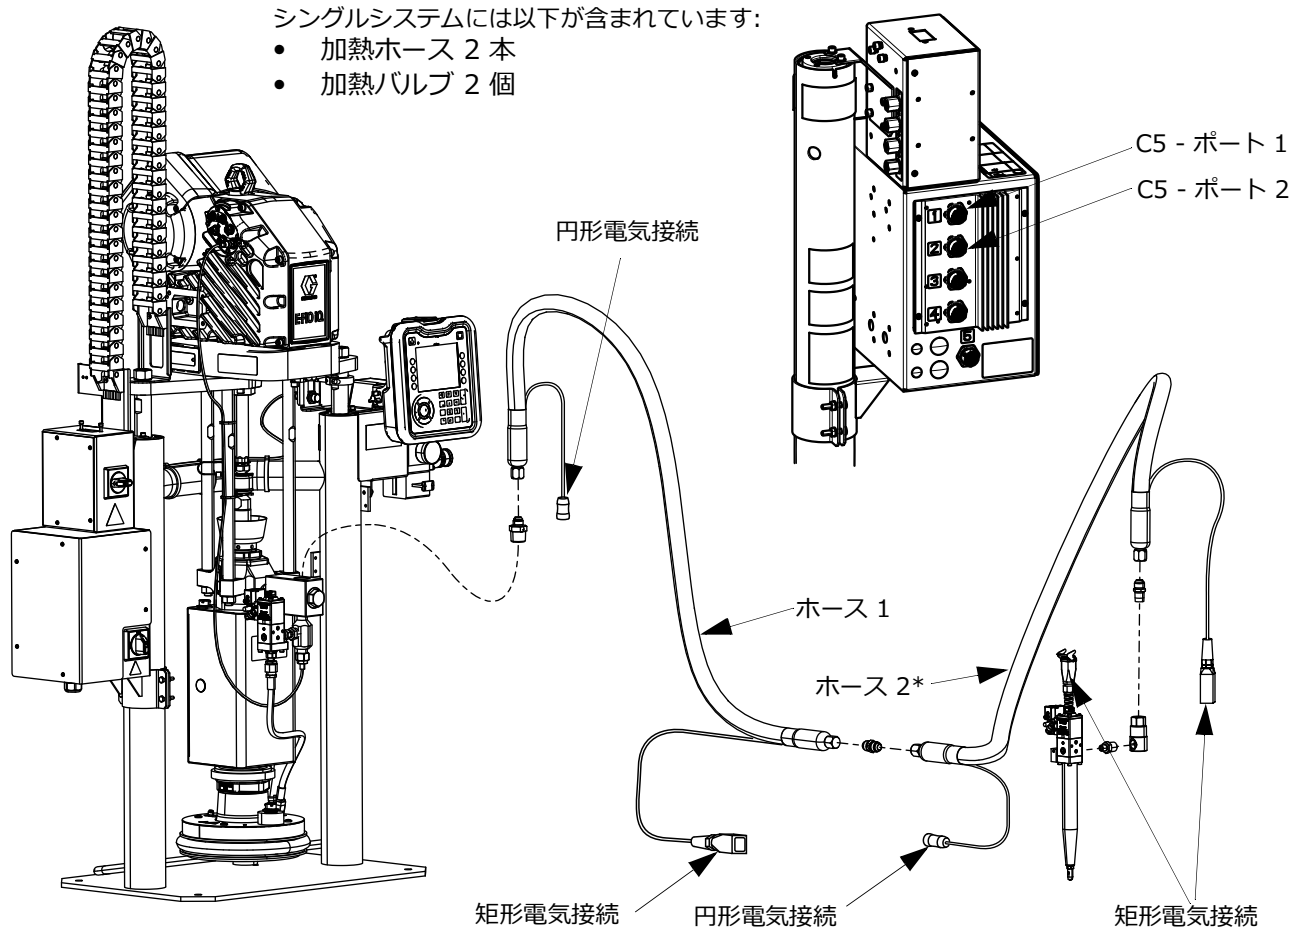

図 32
- 加熱バルブ - ホース 2 から iQ ディスペンスバルブ (B) への矩形電気接続。図 32を参照ください。